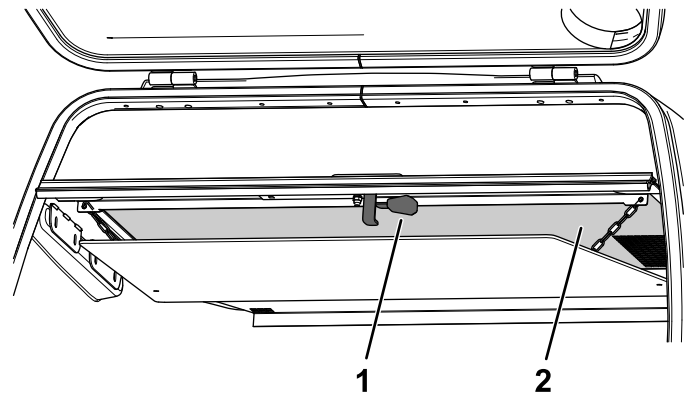

Figura 138
2. Tire hacia abajo de la palanca de liberación en la parte inferior de la rejilla de la tolva (Figura 138).